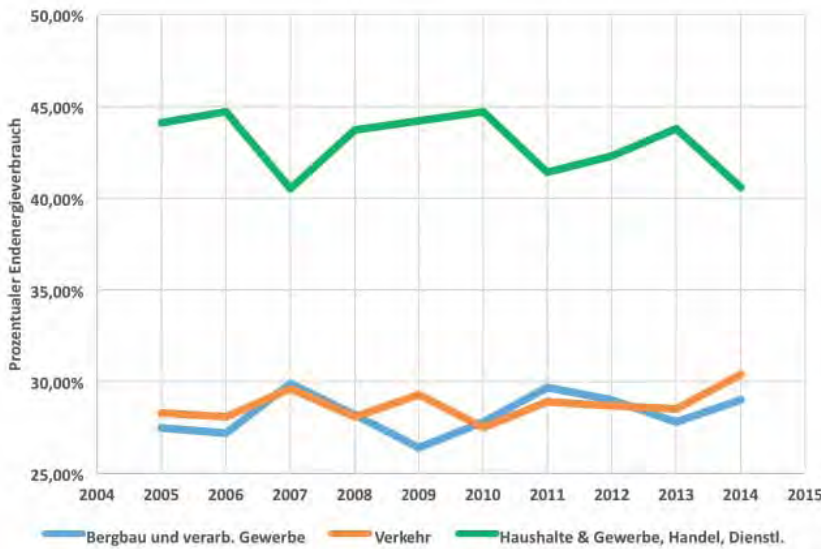

Bild 1: Prozentualer Endenergieverbrauch nach Sektoren
Sektoren von Haushalten & Gewerbe, Handel und Dienstleistungen die Verkehrs- sowie verarbeitenden Gewerbesektoren (2), Bild 1.